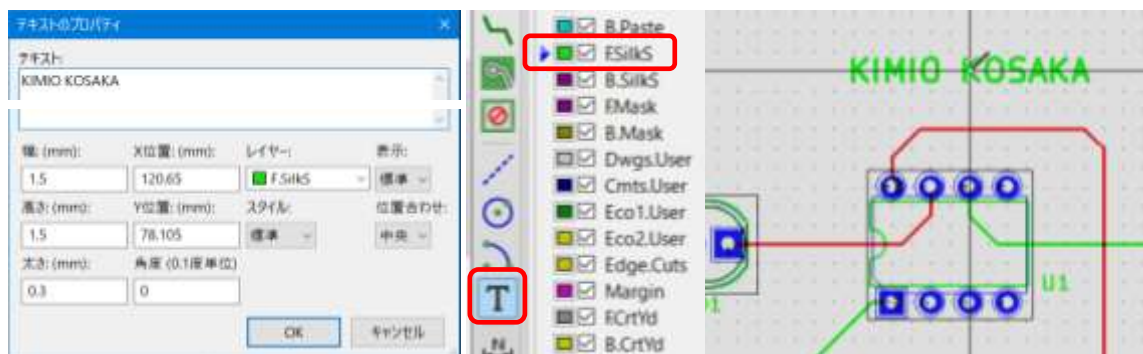

図 10-23
(21) 基板に名前などを書く 図 10-23
- ① 右ツールバー **T** 「テキストを追加」を選択し、レイヤー「F.Silks」を選択します。
- ② 名前を置きたい場所をクリックします。
- ③ テキストのプロパティ・ダイアログのテキスト欄に名前を入力し[OK]をクリックします。